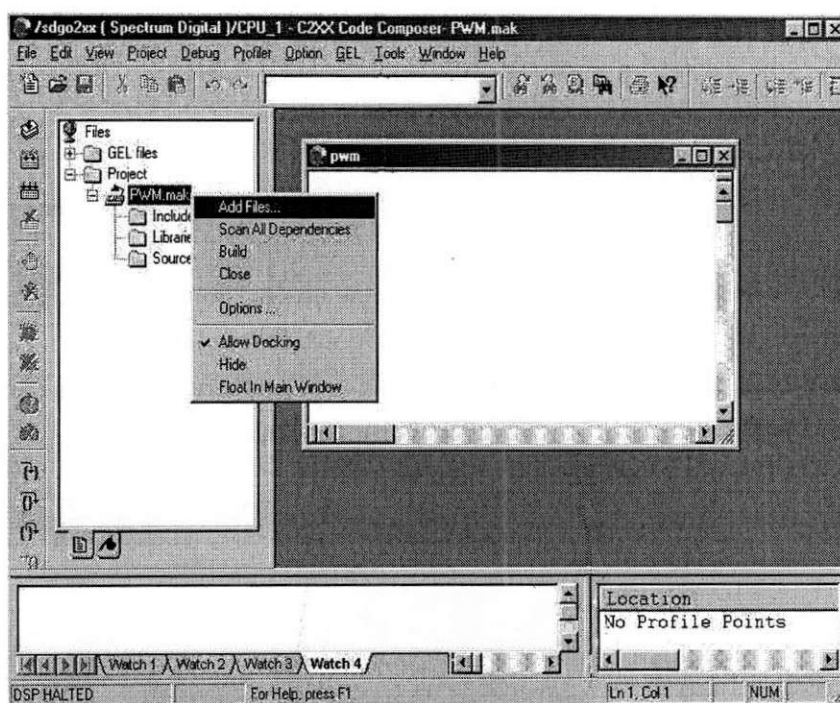

Figura 14.3: Tela do ambiente *Code Composer* com o procedimento para adicionar um arquivo ao projeto.
2. **Criar o arquivo do programa principal:** *File* ⇒ *New* ⇒ *Source File*. Dê um nome ao arquivo do programa principal e o salve na pasta do projeto. Por exemplo, PWM.c. O arquivo do programa principal, se for escrito em linguagem C, possui a extensão .c. Em seguida adicione-o ao projeto: na janela com os arquivos do projeto, dê um *click* com o botão direito do *mouse* em cima do ícone do projeto PWM.mak e em seguida *click* em *Add Files*. Então, selecione o arquivo PWM.c e o adicione ao projeto. Na figura 14.3 está ilustrado esse processo.